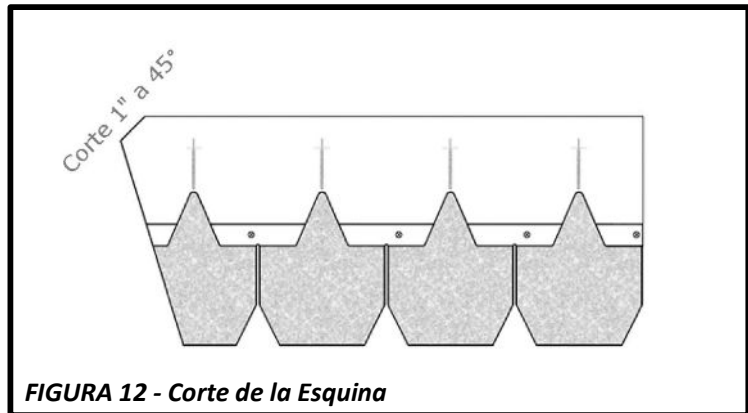

FIGURA 12 - Corte de la Esquina
- **TEJAS** - Corte **1" (25 mm)** a un **ángulo de 45°** de la esquina superior de la teja que entra a la limahoya. Vea la **Figura 12**. Aplique **dos cordones paralelos de 1/2" (12,7 mm) de diámetro y 1" (50mm) de separación** del sellador y adhesivo aprobado por FWAVE (vea la **Tabla 1**) al dorso de la teja de la limahoya cortada. Corte las tejas en la limahoyas para formar una limahoya abierta o la alternativa una limahoya cerrada, como definido en las siguientes secciones.